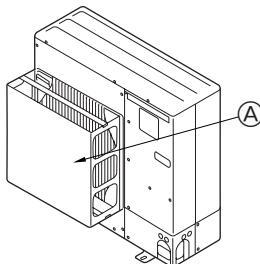

Fig. 2-4
- ② Ünite, tayfun ve başka nedenlerden oluşan güçlü rüzgârların doğrudan hava çıkışına gireceği bir yere monte edilmişse, isteğe bağlı olarak sağlanan bir hava kılavuzu monte edin. (Fig. 2-4)